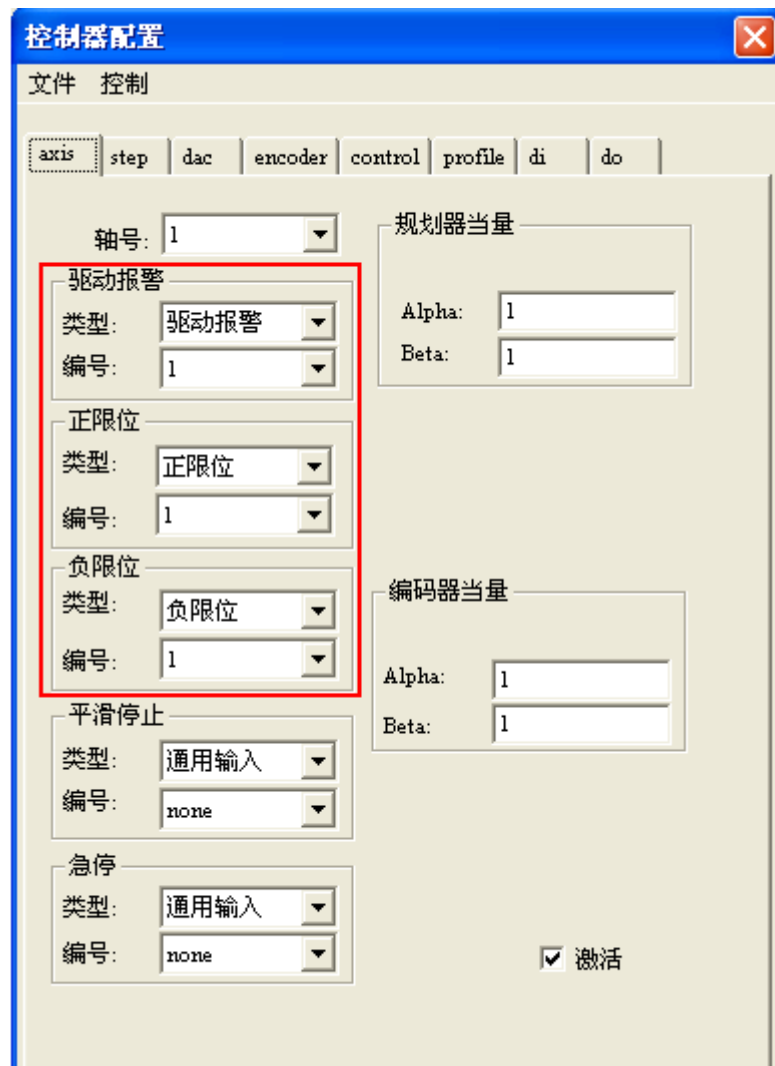
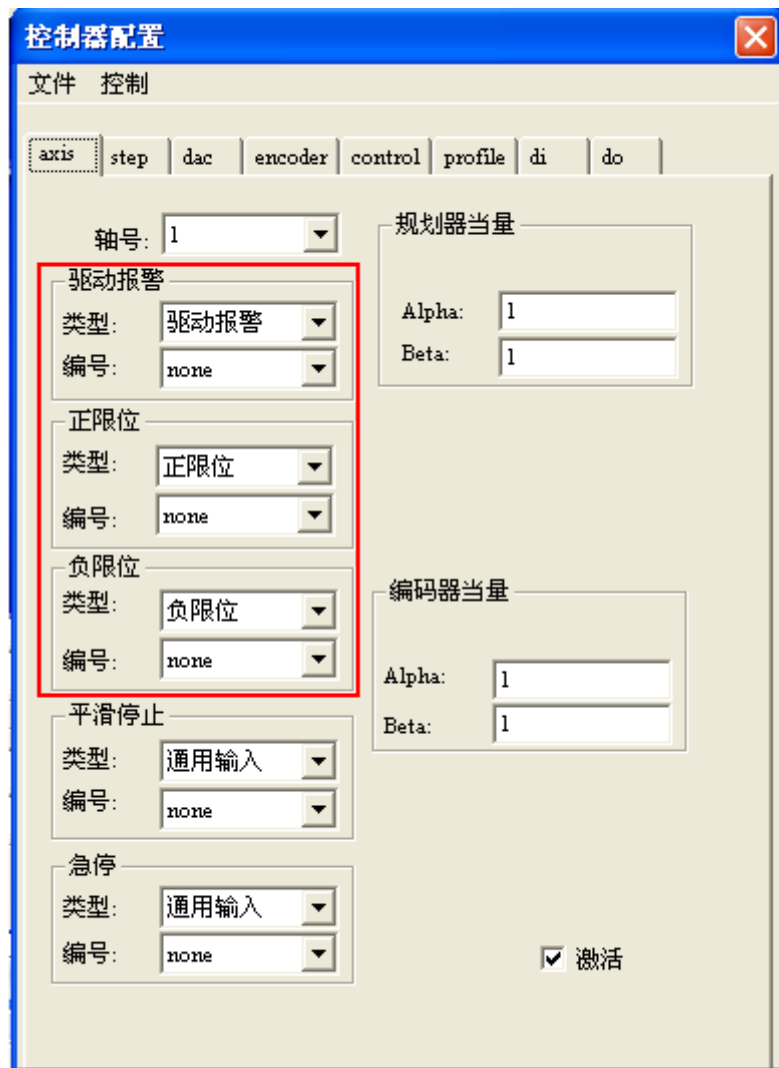
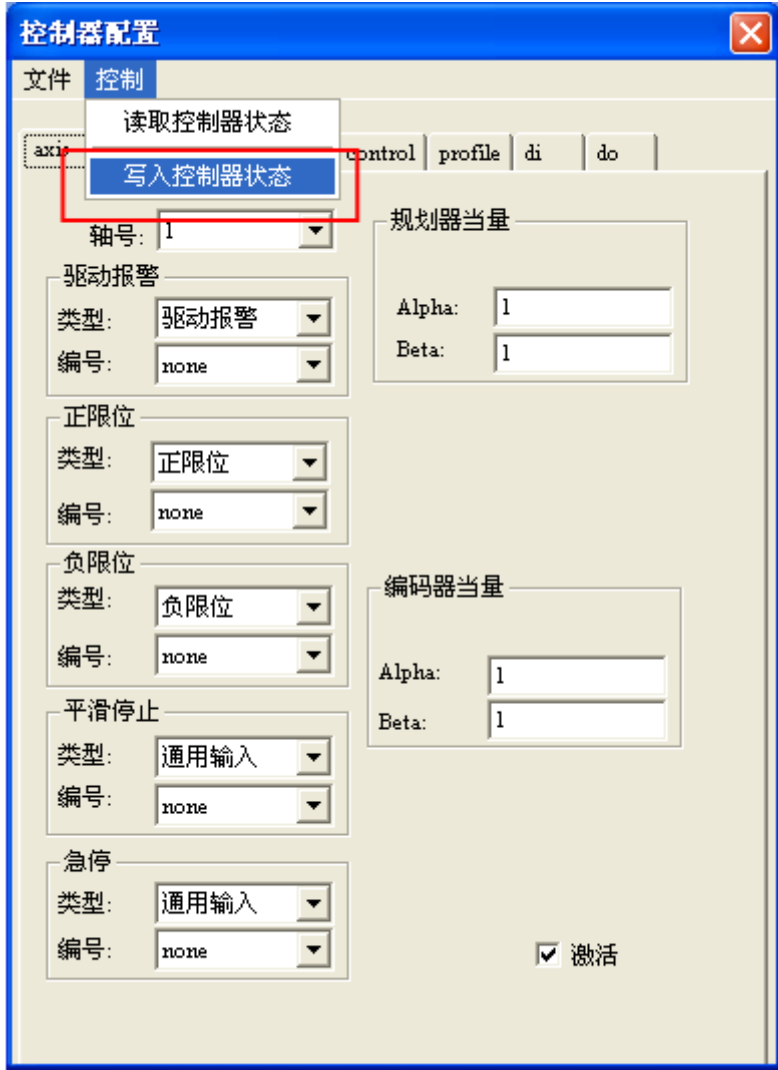

图 4-5 控制器配置模块对话框
图 4-6 无效限位以及驱动报警设置
图 4-8 写入控制器状态
1) 点击 MCT2008 主界面菜单“工具”-->“控制器配置”，将会弹出控制器配置模块对话框，如图 4-5 所示。
- 2) 图 4-5 控制器配置模块对话框中显示 “axis”配置状态为轴 1 的驱动报警绑定在 1 号驱动报警信号上，正限位绑定在 1 号正限位信号上，负限位绑定在 1 号负限位信号上。此时，由于未接传感器，而控制器默认状态下以上信号都是触发的。因此，应将以上信号无效掉，即各编号设置为“none”，操作如图 4-6 所示：
(5) 最后，将设置的参数写入控制器，如图4-8所示：
- 1) 启动 MCT2008, 如图 4-4 所示, 复位控制器。点击主界面菜单“工具”->“控制器配置”, 将会弹出控制器配置模块对话框, 如图 4-5 所示。首先, 将轴 1 的报警无效掉, 如图 4-6 所示。接着, 将标签页切换到“dac”标签页, 选择 dac 编号 1, 将 dac 绑定到轴 1 上输出, 其他的设置采取默认的设置, 如图 4-9 所示:
(4) 最后，将设置的参数写入控制器，如图 4-8 所示。
(4) 对话框右边的一排按钮可以对轴进行一些操作。
- a) 控制器存在伺服报警，此时请按图 4-6 重新进行设置并按图 4-8 写入到控制器中。